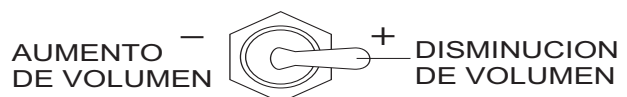

Figura 27. Control del volumen
2. Deslice a la derecha el **interruptor de control del volumen** (Figura 27) para aumentar el volumen aproximadamente **10 tiempos por minuto**. Deslizándolo el control del volumen a la izquierda **disminuirá** el volumen de la bomba.
7. Deslice el **interruptor de control de volumen** (Figura 27) a la derecha para aumentar el volumen a 25-30 tiempos por minuto. Descargue lentamente el concreto del camión revolvedora hacia la tolva y llénela completamente. Mantenga la bomba funcionando continuamente hasta que el concreto este descargado al final del sistema de entrega. Si la bomba se detiene durante este procedimiento, puede ocurrir un bloqueo.